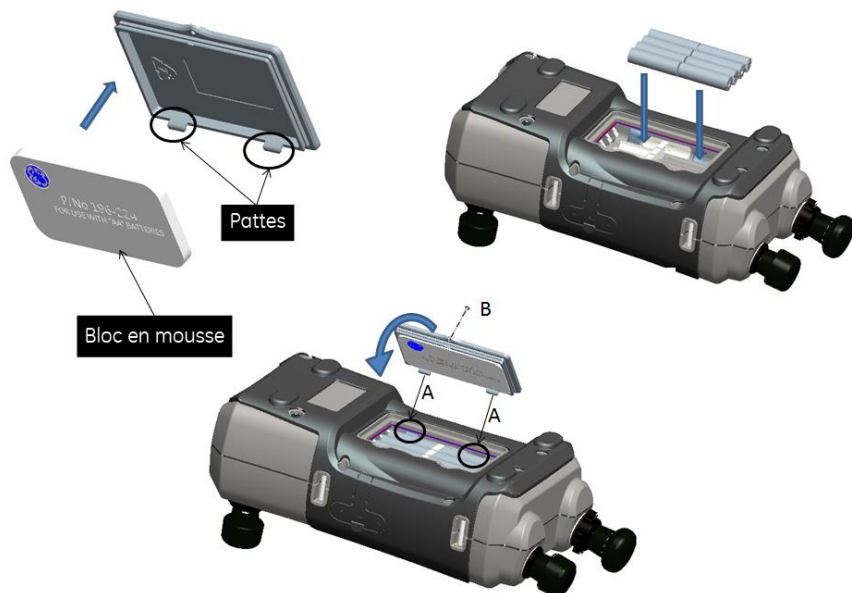

Figure 1-2 Installation de batteries de piles sèches
7. Remettez en place le cache de batterie en enfonçant les pattes à l'intérieur des fentes (A) puis abaissez le cache et immobilisez-le à l'aide de la vis de fixation (voir Figure 1-2).